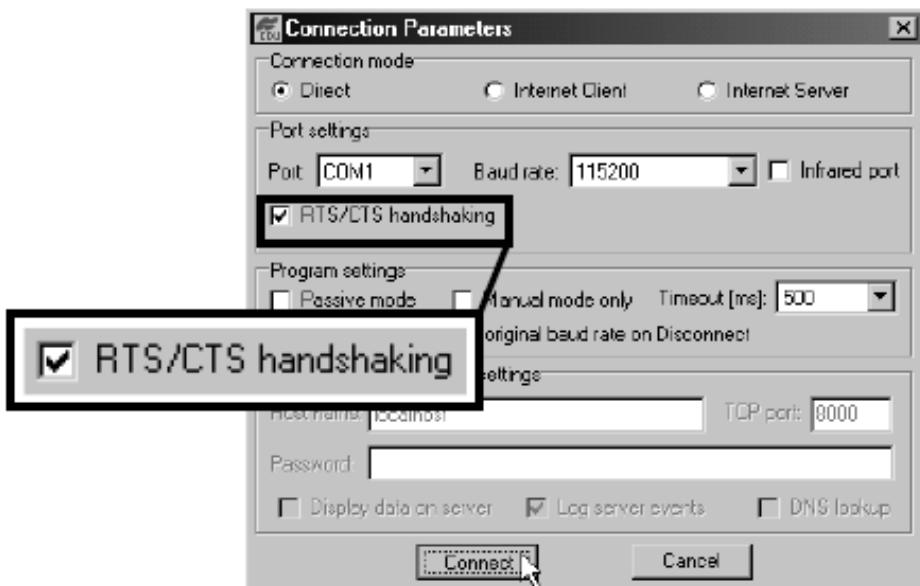

Рисунок 2-15. Connection Parameters (Параметры соединения)
2. В диалоговом окне **Connection Parameters** выберите “RTS/CTS handshaking” (квитирование сигналами RTS/CTS) (см. рис. 2-15).